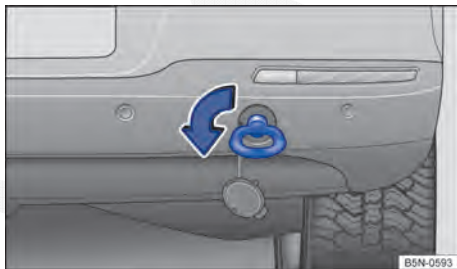

Fig. 256 No para-choque traseiro à direita: rosquear a argola de reboque.
- Rosquear a argola de reboque tão firme quanto possível **no sentido anti-horário** ⇒ **Fig. 256** no alojamento ⇒ . Utilizar um objeto apropriado com o qual a argola de reboque possa ser rosqueada com firmeza no alojamento.